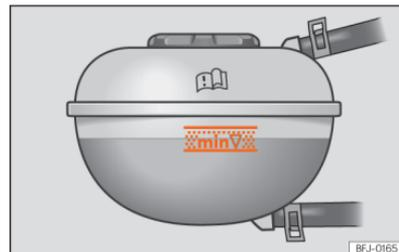

Abb. 222 Im Frontraum: Markierung am Kühlmittelausgleichsbehälter.
- Überprüfen Sie bei kaltem Motor den Kühlmittelstand an den seitlichen Markierungen des Ausgleichsbehälters » » (Abb. 222). Der Kühlmittelstand muss zwischen den Markierungen liegen.
- Der Kühlmittelstand muss sich zwischen den Markierungen des Ausgleichsbehälters befinden » » (Abb. 222). **Nicht über die Oberkante des markierten Bereichs auffüllen** » » .
- Das Kühlmittel darf beim Auffüllen die Oberkante des markierten Bereichs nicht überschreiten >>> (Abb. 222). Andernfalls kann überschüssige Flüssigkeit bei steigender Temperatur aus dem Motorkühlsystem ausgestoßen werden und Schäden verursachen.